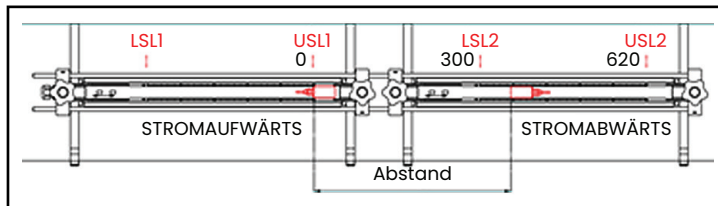
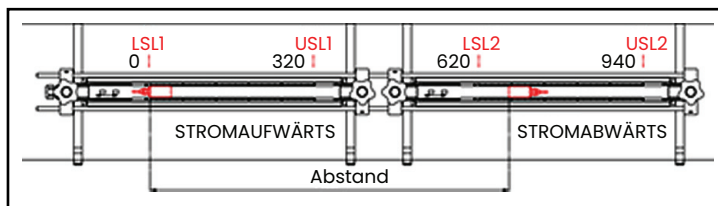

Abbildung 17: Messkopfabstand von 320 bis 620 mm mit zwei Vorrichtungen
Abbildung 18: Messkopfabstand von 620 bis 940 mm mit zwei Vorrichtungen
5. Siehe *Abbildung 17* und *Abbildung 18* unten mit Beispielen einer fertigen Installation in folgenden Situationen: